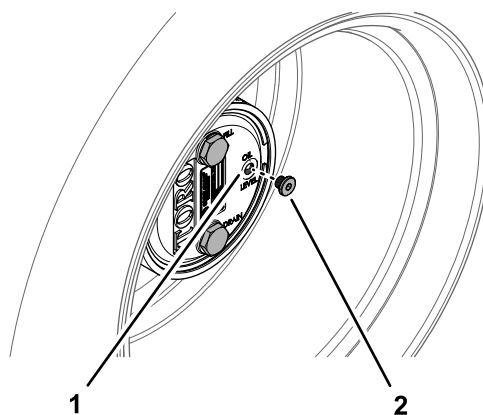

Figure 104
2. Retirez le bouchon de contrôle à la position 3 heures (**Figure 104**).